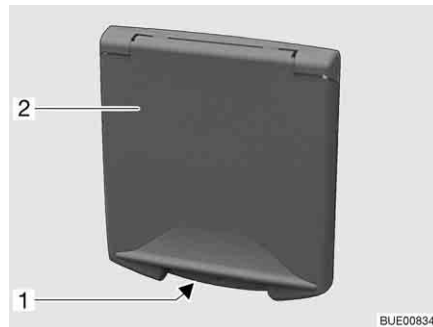

Fig. 66 Serratura a pressione sportello di servizio
- Inserire la chiave nel cilindro della serratura a pressione richiudibile (Fig. 66,1) e ruotare di un quarto di giro. La serratura a pressione è sbloccata.
- Inserire la chiave nel cilindro della serratura a pressione richiudibile (Fig. 66,1) e ruotare di un quarto di giro. La serratura a pressione è bloccata.